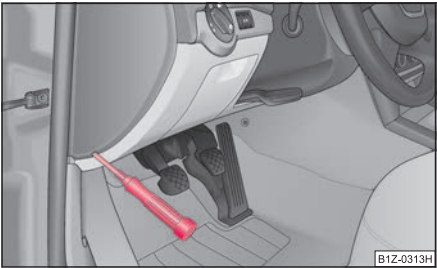

Fig. 235 Cubierto de fusibles: lado izquierdo del cuadro de instrumentos
- Retire la tapa de los fusibles en el lado del cuadro de instrumentos con ayuda de un destornillador ⇒ fig. 235, o la tapa de los fusibles en el vano motor ⇒ página 263.